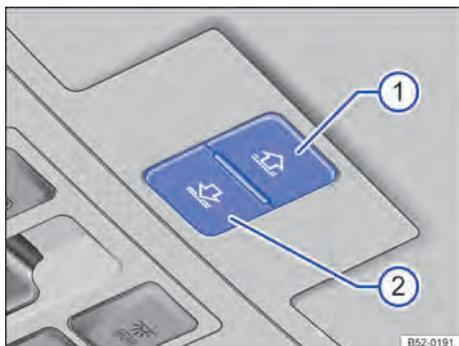

Fig. 42 No revestimento do teto: botões para a cortina de proteção solar.
Função	Ação ⇒ Fig. 42
Os botões ⇒ Fig. 42 ① e ② são de 2 níveis. No 1º nível, a cortina de proteção solar pode ser totalmente ou parcialmente aberta ou fechada.
- *Cortina de proteção solar:* dentro de aproximadamente 5 segundos após a liberação do limitador de força, pressionar o botão \Rightarrow Fig. 42  o tempo necessário até que a cortina de proteção solar esteja completamente fechada.